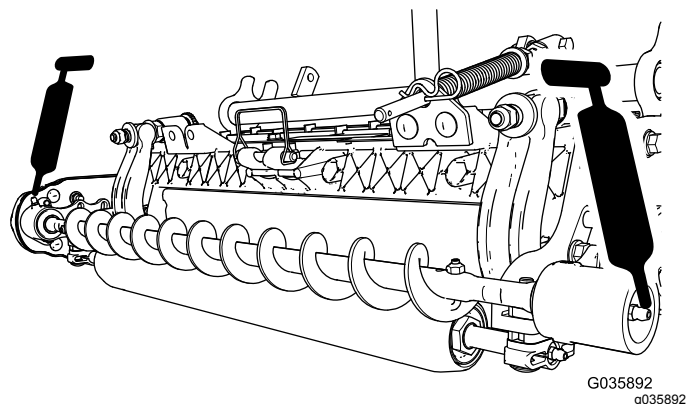

図 17
4. 左右のローラブラシベアリングハウジングのグリス注入部から、No.2リチウム系汎用グリスを注入する **図 17**。